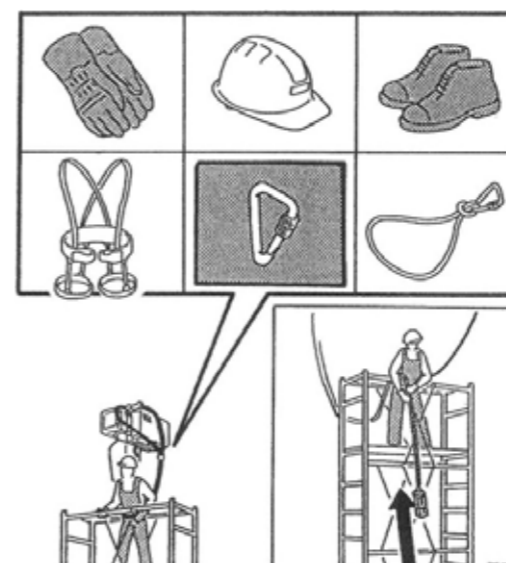

fig.101
5. Salire sul trabattello e issare la pulsantiera del paranco. (fig.101)